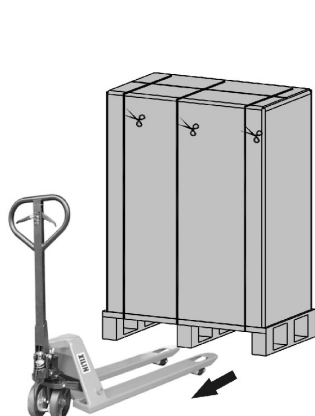

Fig. 4.
- ☐ Pour déballer un équipement suivre la séquence des figures 4 à 6 (coupez les feuillards de l'enveloppant en carton et retirez-le par en haut comme un couvercle ou bien démontez-le avec les outils nécessaires si l'enveloppant est en bois ; retirez les cantonnières et la housse en plastic. L'ONDULEUR restera nu sur la palette.